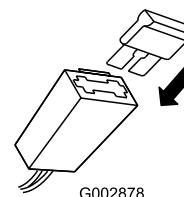

Figura 24
2. Insira o fusível no porta-fusíveis (Figura 24).